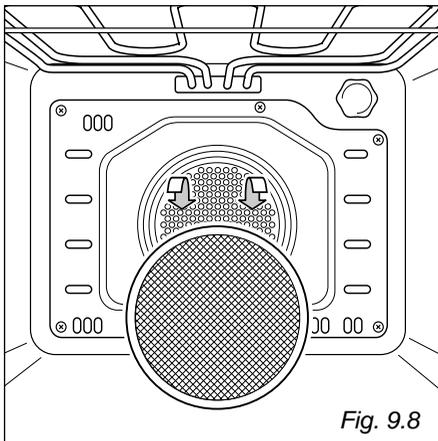

Fig. 9.8
- Le filtre est accroché à la paroi postérieure du four comme illustré sur la figure 9.8.